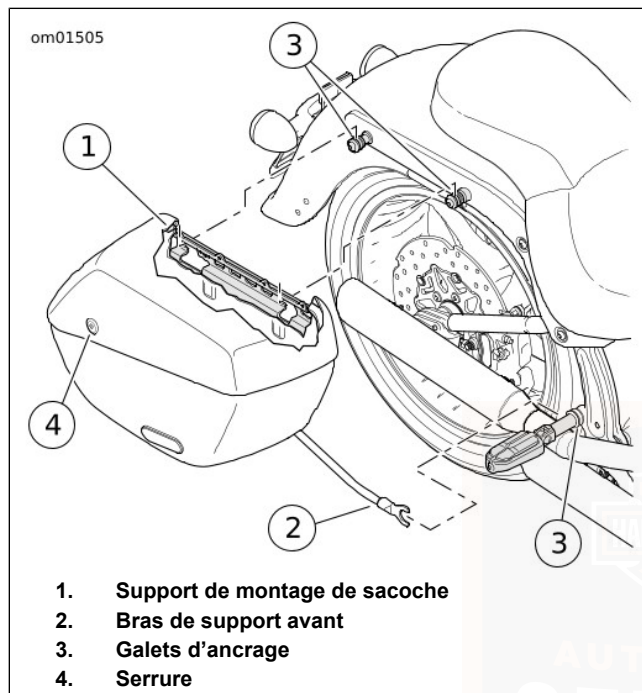

Figure 12. Dépose/installation des sacoches
1. Voir Figure 12. Introduire la clé dans le verrou de sacoche et le tourner en position verticale pour déverrouiller la sacoche.
3. Voir Figure 12. Introduire la clé dans le verrou de sacoche et le tourner en position arrière pour verrouiller la sacoche.
2. Voir Figure 12. Pousser la sacoche vers l'arrière du véhicule pour dégager les supports de sacoche des galets d'ancrage.
1. Voir Figure 12. Aligner les fentes dans le support de montage de sacoche avec les deux galets d'ancrage sur le garde-boue arrière. Introduire le bras avant du support dans le galet de montage sur le support d'appui-pied de passager.